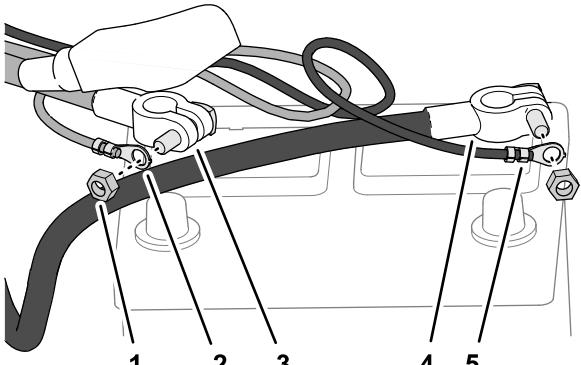

Bild 15
- Nehmen Sie am Plus- und Minuskabel der Batterie die Muttern der Batterieklemmen von der kurzen Seite der Batterieklemmenschrauben ab (Bild 15).
- Befestigen Sie den Kabelschuh des Stromkabelbaums mit dem schwarzen Kabel mit einer Batterieklemmenmutter an der Batterieklemmenschraube für das Minuskabel der Batterie (Bild 15).
- Befestigen Sie den Kabelschuh des Stromkabelbaums mit dem roten Kabel mit einer Batterieklemmenmutter an der Batterieklemmenschraube für das Pluskabel der Batterie (Bild 15).